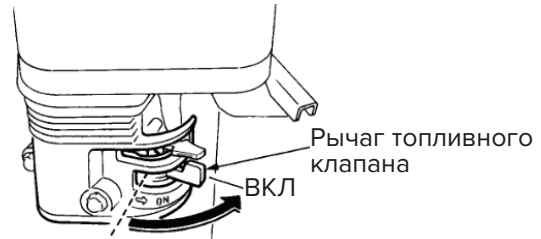

Рис. 7. Рычаг топливного клапана двигателя (ВКЛ)
1. Установите рычаг топливного клапана двигателя (см. рис. 7) в положение ВКЛ.